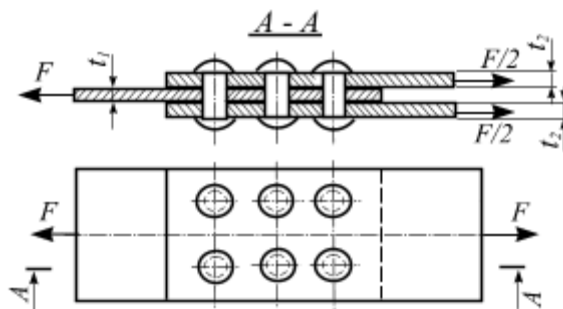

Рис. 5.8
11. Вычислить необходимый диаметр заклепки в данном заклепочном соединении (рис. 5.8) из условия прочности на срез и смятие, если:  $F = 100(\text{ кН})$ ,  $t_1 = 25(\text{ мм})$ ,  $t_2 = 15(\text{ мм})$ , 6 заклепок.